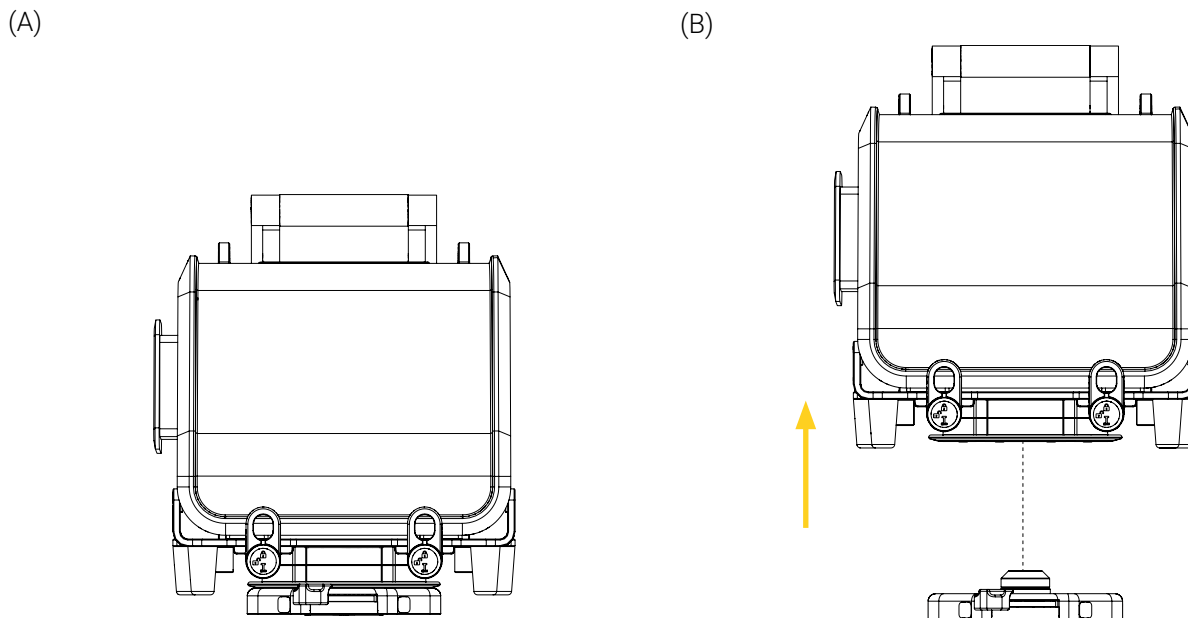

Figure 12: Retrait du support de fixation de la Base de Fixation Universelle
2. Soulever le support de fixation verticalement pour le retirer de la base (Figure 12).